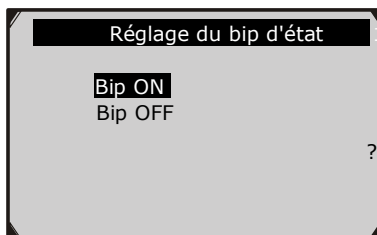

Figure 3.8
- 2) Du menu **Réglage du bip d'état** utilisez le bouton de défilement **HAUT/BAS** pour sélectionner **Bip ON** ou **Bip OFF** et activer ou désactiver le bip. (Figure 3.8)